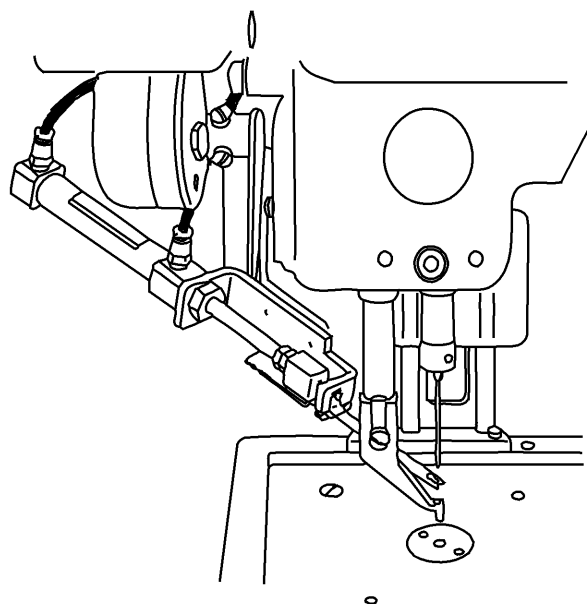

図 1 上糸保持機構 取付例
(2) ワイパー機構をミシンアームから取外します。ワイパーの駆動部分だけではなく、その接続電線もミシンのコネクタP板から外してください。
(3) 上糸保持機構をミシンアームへ取付けます。上糸保持機構は図1に示すとおり、ミシン針と中押えとの間で、FigNo.106 糸さばきが糸をすくう位置になるよう調整してください。